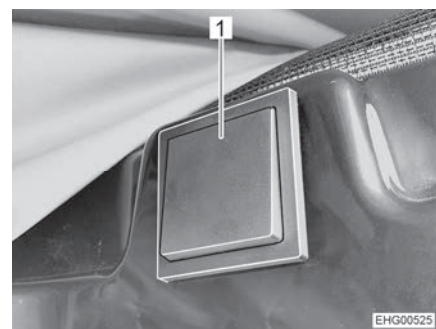

Bild 46 Knapp för elektrisk upplåsning
Knappen för elektrisk upplåsning (Bild 46) finns på höger sida i området ovanför skjutdörren.
- Tryck på knappen (Bild 46,1) under minst 2 sekunder.